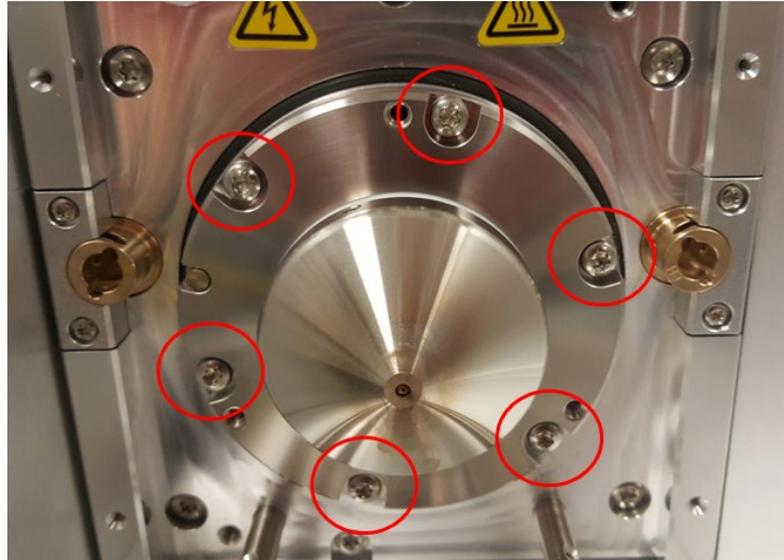

Abbildung 107: Entfernen der Schrauben am Quellengehäuse
- 4) Entfernen Sie die sechs Schrauben am Quellengehäuse (siehe Abbildung 107).